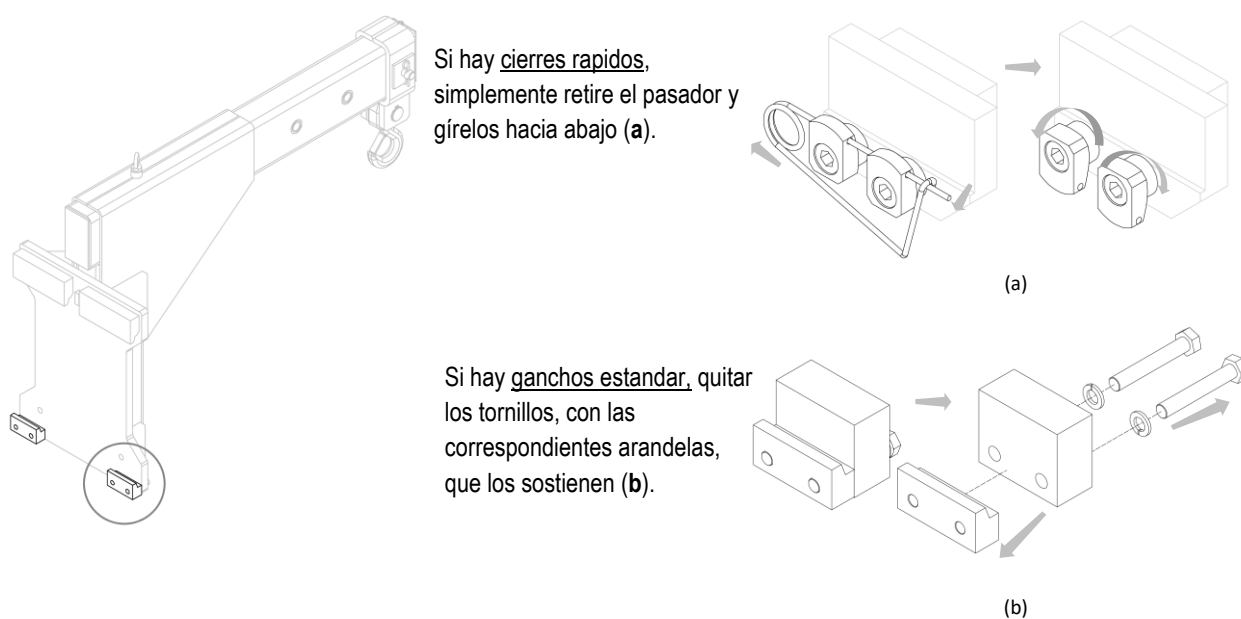

Figura 3
3. Quitar los ganchos inferiores del implemento (mira *Figura 3*).
1. Retirar los ganchos inferiores de la estructura (mira *Figura 3* a pag.10).